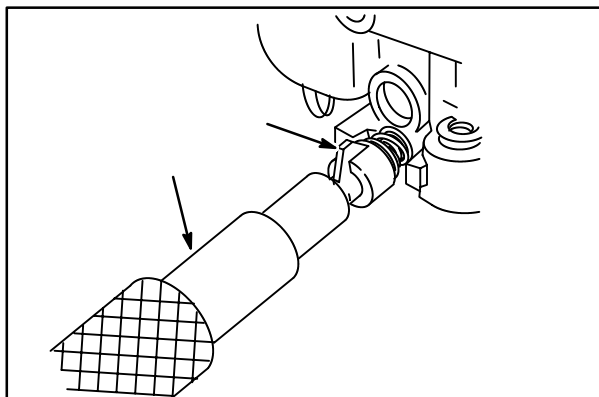

Fig. 17
- a. Posicione a tampa do limitador (7) de forma que o seu fixador fique no ponto intermediário do corpo do carburador, Fig. 17.